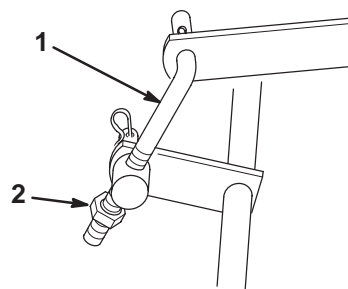

Figure 15
1. Pour régler l'inclinaison avant/arrière des lames, tournez le contre-écrou sur la biellette réglable (Fig. 15).